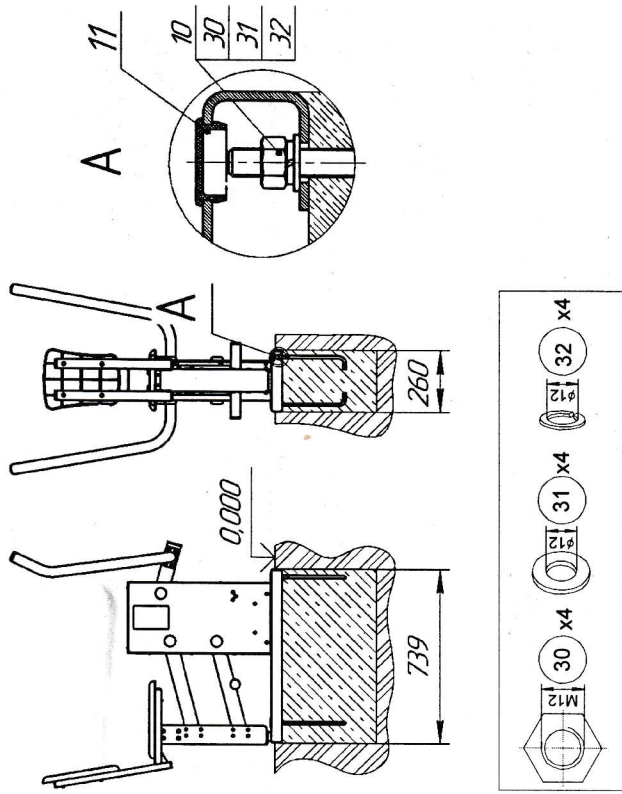

Рис.9
12.3.11 Убедиться в сухости и прочности залитого бетона. Установить тренажер на анкерные болты и закрепить, установив заглушки поз.11 (рис. 9).